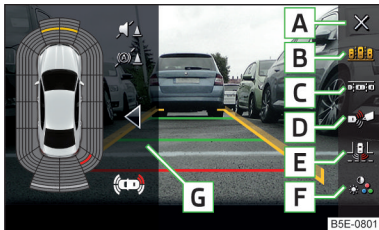

Abb. 262
Funktionsflächen » Abb. 262
- Die Funktionsfläche **[C]** » **Abb. 262** auf Seite 231 antippen.